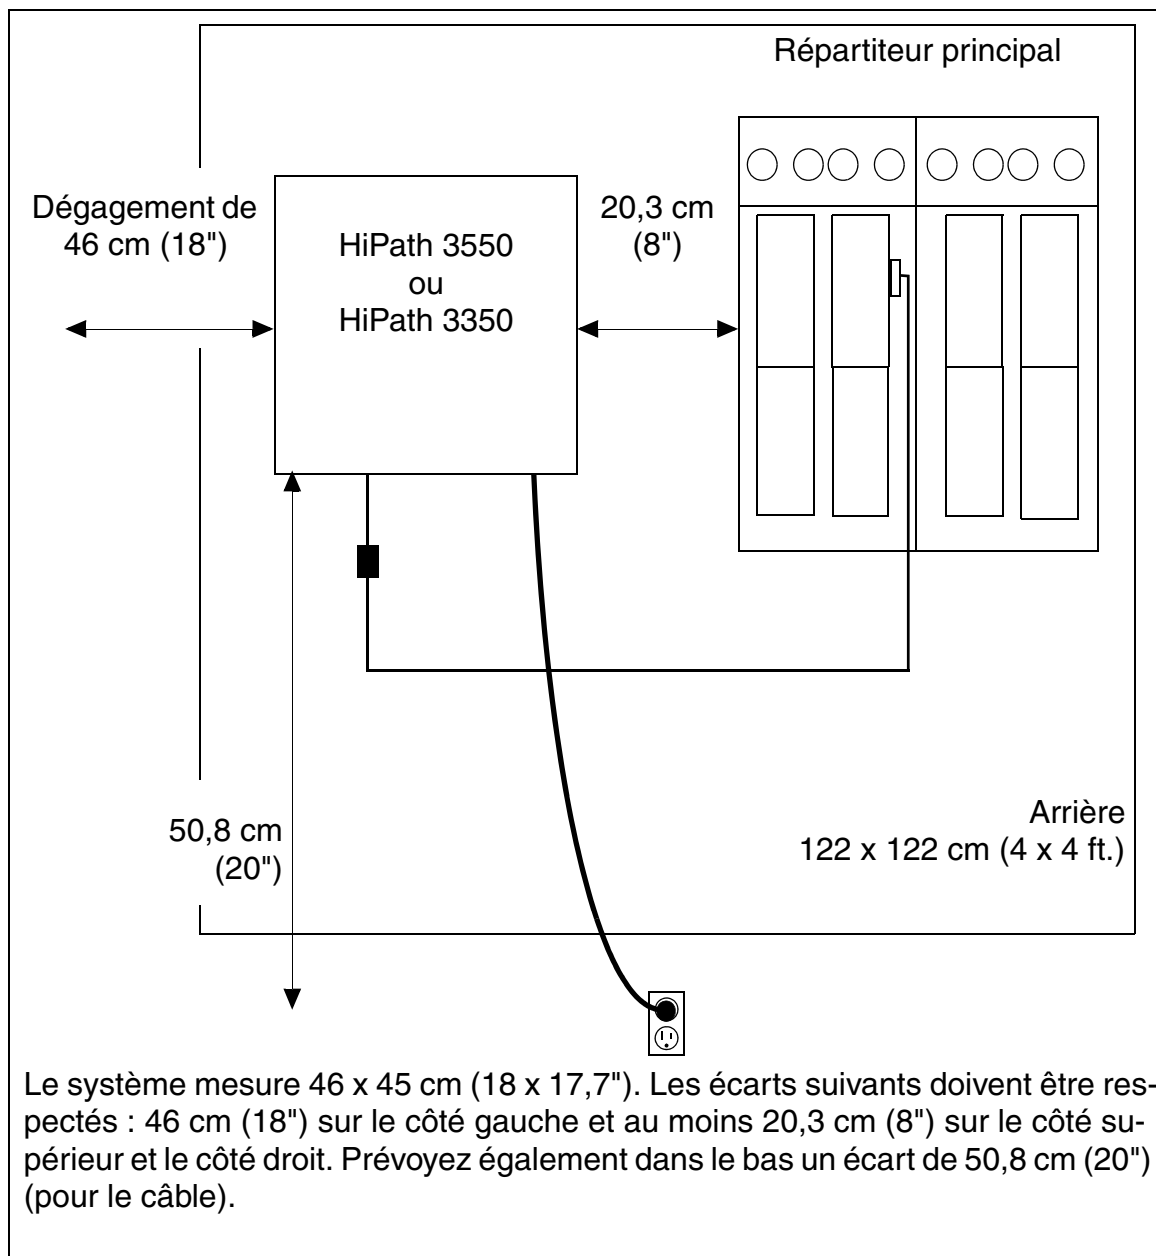

Figure 4-48 HiPath 3550 et HiPath 3350 – Exigences de place
- La pièce dans lequel le système est installé doit offrir suffisamment de place pour les opérations d'installation et de maintenance (par exemple pour le retrait et la mise en place du couvercle du boîtier). La figure 4-48 affiche les exigences de place latérales du système. Nous conseillons une paroi en contreplaqué d'une force d'au moins 127 mm (0,5") et de dimensions minimum 122 x 122 cm (4 ft. x 4 ft.).